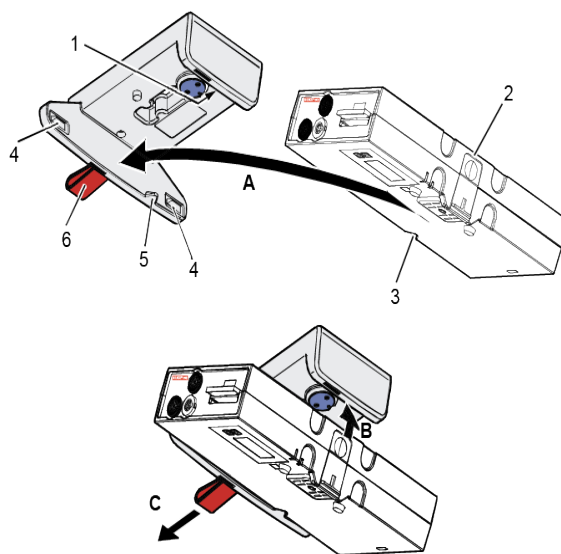

Bild 4-35 Patientenbox in Ladehalterung einsetzen (hier Deckenmontage (Abbildung kann abweichen))
1. Patientenbox ausrichten, wie in Bild 4-35 gezeigt.
1. Sicherheitsgurt lösen (in Bild 4-35 nicht dargestellt).